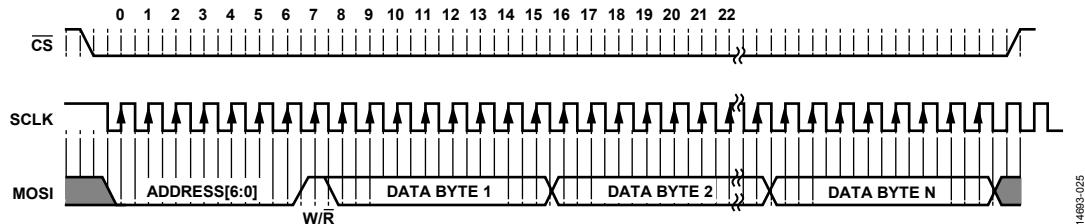
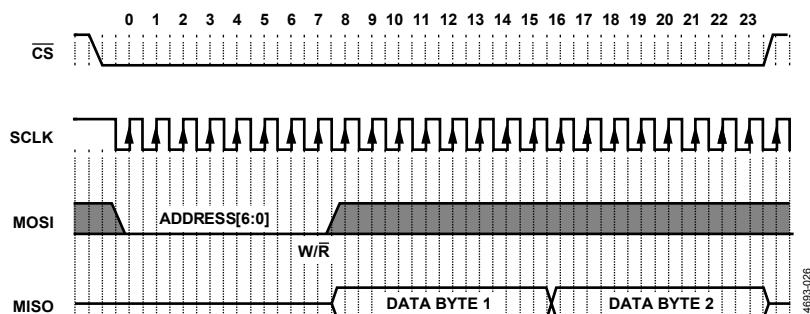

図 25. SPI スレーブ書き込み用のクロック供給 (バースト書き込みモード、N バイト)
図 26. SPI スレーブ読み出し用のクロック供給 (シングルワード・モード、2 バイト)
単一のレジスタに対するマルチワード SPI 書込み動作のサンプル・タイミング図を図 25 に示します。シングルワード SPI 読出し動作のサンプル・タイミング図を図 26 に示します。MISO ピンは、有効な \overline{R} ビットを受信した後、3 ステート (Z) から、駆動される状態に遷移します。この例では、バイト 0 はアドレスと W/R ビットで構成されており、それ以降のバイトはデータを伝送します。マルチワード SPI 読出し動作のサンプル・タイミング図を